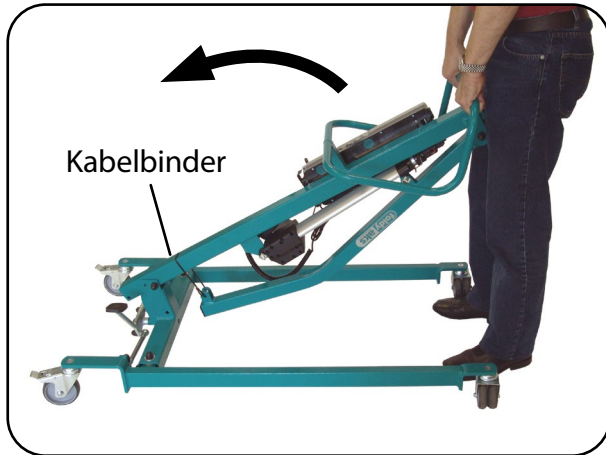
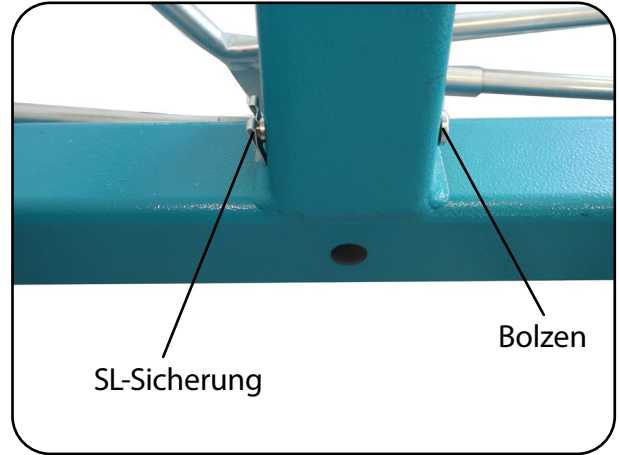

Abb. 6.2.03 – Standmast aufrichten
Abb. 6.2.04 – Standmastaufnahme
5. Richten Sie den Standmast auf (Abb. 6.2.03) und bringen Sie die Bohrung des Standmastes mit der unteren Bohrung der Standmastaufnahme deckungsgleich übereinander. Dann sichern Sie den Standmast wieder mit dem Bolzen und der SL-Sicherung (Abb. 6.2.04).
6. Entfernen Sie den Kabelbinder, der als Transportsicherung den Hebearm am Standmast fixiert (Abb. 6.2.03).